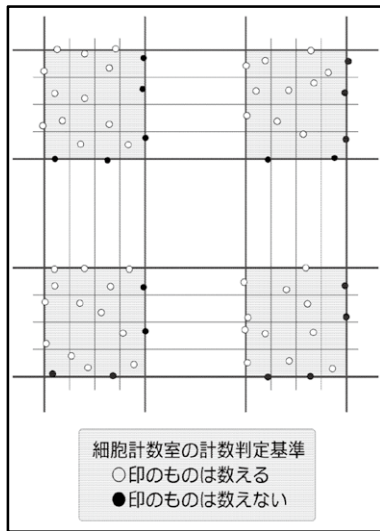

図8 計測部拡大図
- 4) 正方形の4辺の太い格子線上の細胞は、左と上の2本の線上は数え、その他の2本 (右、下) の2本の線上は数えないようにしてください (図8)。